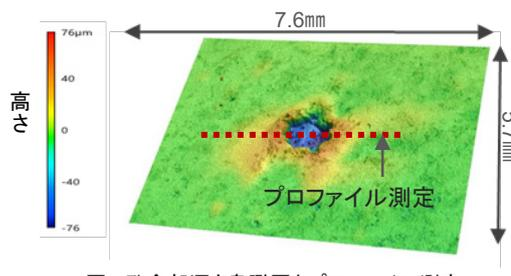
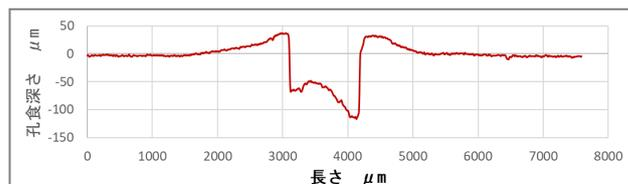

図4 孔食部深さ鳥瞰図とプロフィール測定
図5 孔食部プロフィール測定
- 孔食部位のみ拡大し(図4)、孔食形状を確認し深さを測定します。プロファイル測定(図5)により断面形状を測定します。なお測定原理により、孔食内で穴が横方向に広がる場合など測定できない範囲が生じることがあります。